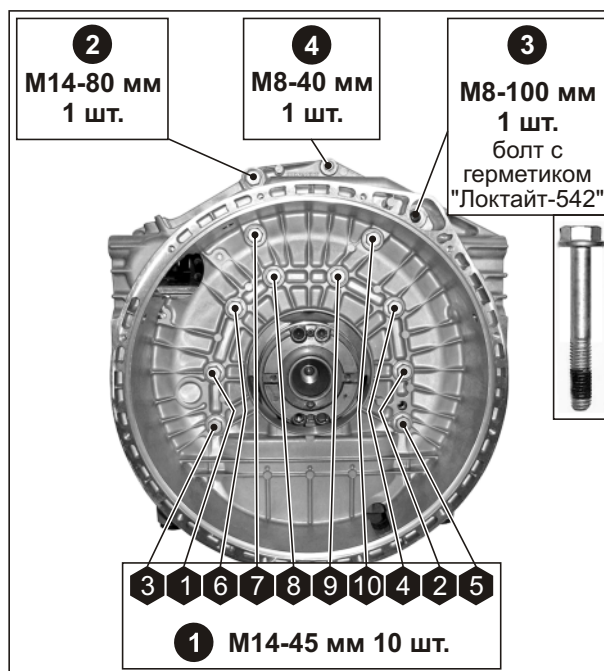

Рис. 102. Установка картера маховика.
2. Нанести герметик на торец блока под установку картера маховика (см. Рис. 102).